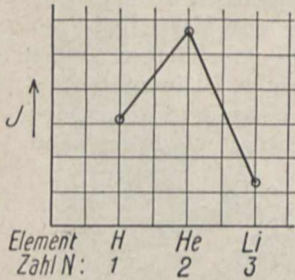

Fig. 1.
Die verschiedenen chemischen Atome kann man in ein natürliches System ordnen. Denn man ist in der Lage, für jedes Atom anzugeben, wieviel Elektronen es enthält; man ordnet die Atome einfach nach der Zahl N der in ihnen enthaltenen Elektronen. Die drei ersten Atome Wasserstoff (H), Helium (He) und Lithium (Li) des natürlichen Systems sind in der obenstehenden Fig. 1 eingetragen und außerdem die dazugehörigen Ionisationsarbeiten. Man sieht, daß sich die Größe J schon bei diesen drei einfachsten Atomen ziemlich verwickelt verhält. Beim Helium ($N=2$) ist das erste Elektron weitaus am festesten gebunden, während bei dem Atom des Leichtmetalls Lithium ($N=3$) eine bedeutend geringere Arbeit genügt, um dessen erstes Elektron abzutrennen. D. h.: man kann aus dem Lithiumatom verhältnismäßig leicht ein positives Lithiumion Li^+ machen und offenbar kann ein Atom um so leichter in einer polaren Verbindung als positives Ion auftreten, je kleiner die Arbeit J für das betreffende Atom ist. Damit ist eine chemische Besonderheit bestimmter Atome — die Fähigkeit, als positive Ionen in polaren Verbindungen aufzutreten — auf eine rein physikalische, unabhängig meßbare Größe des isolierten Atoms zurückgeführt, nämlich auf dessen Ionisationsarbeit J .